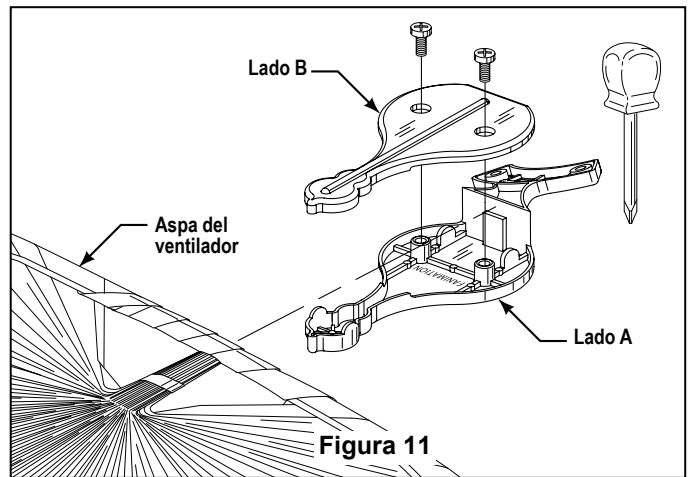

Figura 11
1. Apoye el lado "A" del soporte de aspas sobre una superficie plana, con la parte interior del soporte mirando hacia arriba. Este es el lado que tiene los pilotes roscados y la base inclinada (Figura 11).